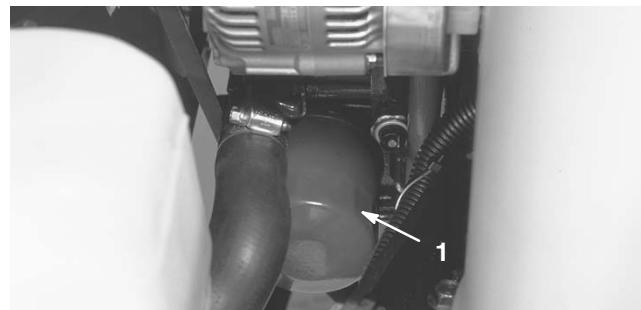

Bild 39
- Entfernen Sie den Motorölfilter (Bild 39). Ölen Sie die neue Dichtung am Ölfilter leicht mit frischem Öl ein, bevor Sie den Filter eindrehen. **Ziehen Sie nicht zu fest.**